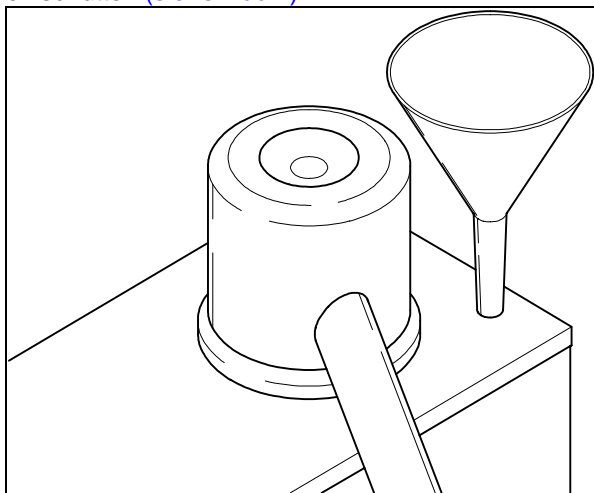

Abb.7
5. Gießen Sie mit Hilfe des beigegepackten Trichters Wasser in die Entkalkungsöffnung (Abb.7) Bei B5 und B10: 1,5l, bei B20: 3,5l und bei B40: 4,5l.
6. Den Stopfen aus der Füllöffnung oben auf der Säule entfernen. Die Entkalkungslösung mit Hilfe des beige-packten Trichters in die Füllöffnung einschütten (siehe Abb.7).